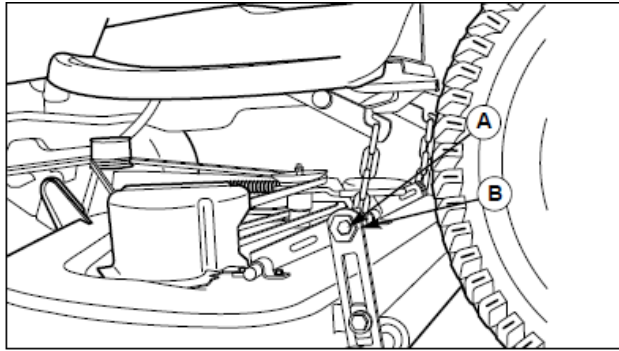

図 38 サイド to サイドモアのレベル調整
5. 図 38 を参照して、外側のナット(A)を緩めてください。モアの左側を上げ下げするために、偏心ナット(B)を回してください。モアが水平なとき、外側のナットを締めている際、偏心ナットを持ってください。